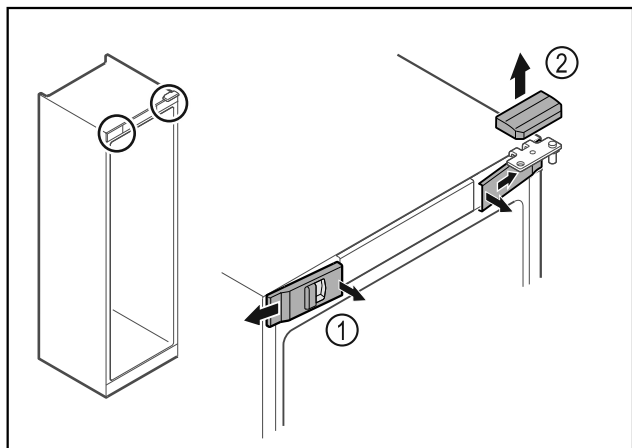

Fig. 16
- Uvolněte uvnitř přední kryty Fig. 16 (1) a sejměte je stranou.
- Horní kryt Fig. 16 (2) odeberte směrem nahoru.